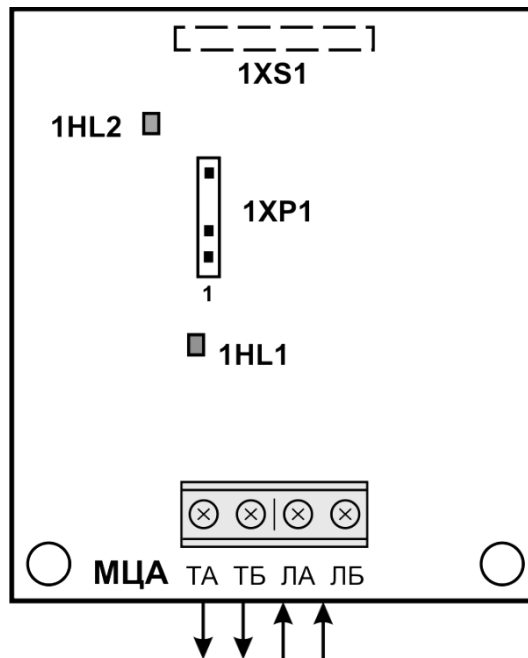

Рисунок 7.10 – Підключення входів та виходів МЦА
До ППКП Тірас-16П можливо приєднати два МРЛ-8/М-OUT8R з адресою «1». Адреса МРЛ-8 встановлюється джамперами JP1-JP3 (рис. 7.10). JP1=0, JP2=0, JP3=0 відповідає адресі «1». Всі технічні характеристики МРЛ-8 наведені в розділі 4. Детальна інформація про налаштування та підключення М-OUT8R наведена в паспорті ААВВ.425952.020 ПС , який можна завантажити на сайті www.tiras.ua.
- Встановити плату комунікатора на плату БМК приладу, з'єднавши роз'єм 1XS1 комунікатора (рис. 7.10) з роз'ємом ЗХР4 приладу (Додаток Г, рис. Г.1) та зафіксувавши плати між собою тримачами.